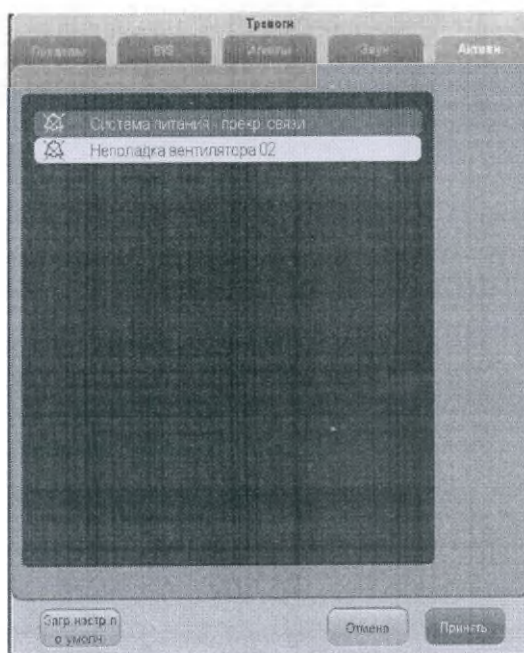
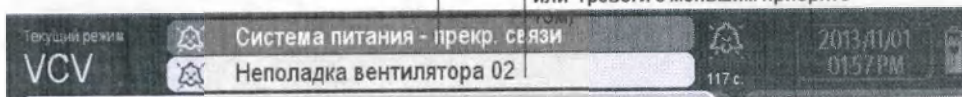

РИС. 6-2 Список активных тревог в окне «Тревоги»
РИС. 6-3 Порядок отображения сообщений о тревоге
На ЖК-мониторе сообщения тревог автоматически отображаются в верхней части **основного экрана**, если возникает состояние тревоги (см. РИС. 6-3). Также список всех активных тревог и журнал тревог содержится в окне **Тревоги** (см. РИС. 6-2 и РИС. 6.2.1.)
2. Выберите вкладку **Активн.**. Появится список всех активных тревог (РИС. 6-2). На экране отображаются до 15 текущих тревог, для просмотра остальных используйте полосу прокрутки.
Сообщения тревог отображаются в соответствии с приоритетом и временем возникновения. На РИС. 6-3 показан список сообщений тревог, поделенный на две части (область А и область В).